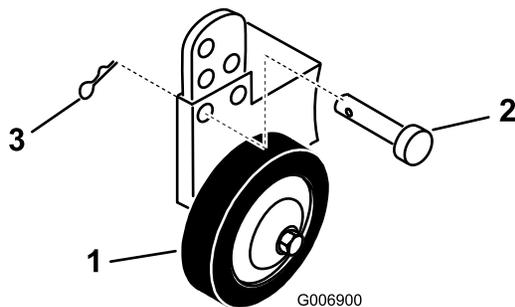

**Figura 8**
5. Tirate la leva di regolazione dell'altezza di taglio sul trattore e spostatela nella posizione desiderata (Figura 8).